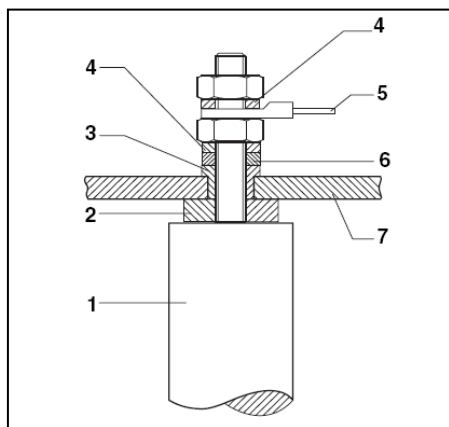

Рис. 11 Подключение магниевого анода-протектора
- В случае слишком малого расстояния до крышки замените жёсткий (неподвижный) магниевый анод (Рис. 11) гирляндовым (каскадным; цепочечным; многозвенным) анодом-протектором Ø 33 × 1500 мм (артикул №: 5592186).